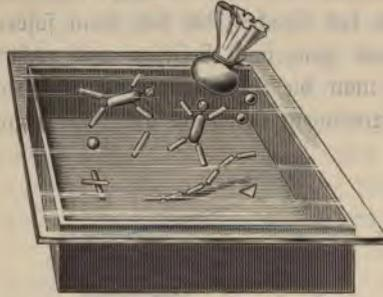

Fig. 104. Ano = Kato.
**Ano - Stato.** Mit diesem Namen wird ein Spielzeug in den Handel gebracht, das in amüsanten Form die elektrische Anziehung zeigt und deshalb hier beschrieben sein mag. In einen, außen und innen mit Stanniol beklebten, Kasten von etwa 3 bis 4 cm Höhe (Fig. 104, a. f. S.) werden eine Anzahl verschiedener Körper aus Holundermark gelegt, große und kleine Kugeln, Stäbchen,